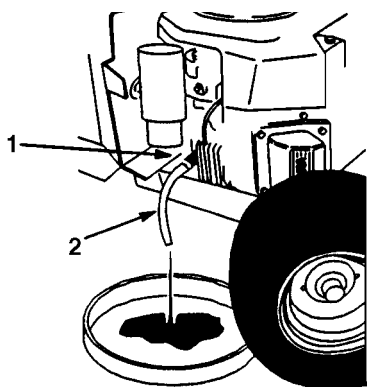

Bild 21
5. Eine Schale unter den Ölablaß stellen. Die Ablaßschraube im Gegenuhrzeigersinn um $\frac{1}{8}$ Umdrehung drehen und abziehen (Bild 21).